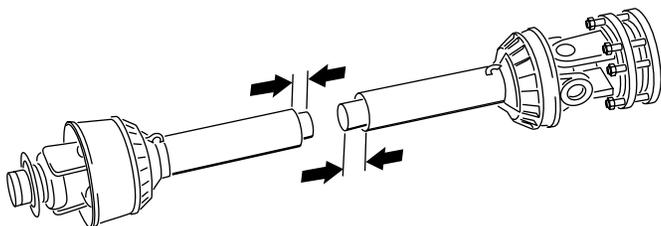

Bild 17
11. Trennen Sie die 2 Hälften der Zapfwelle (**Bild 17**).
12. Messen Sie den Abstand zwischen dem Ende jedes Rohrs und dem Sicherheitsschutzblech (**Bild 17**).